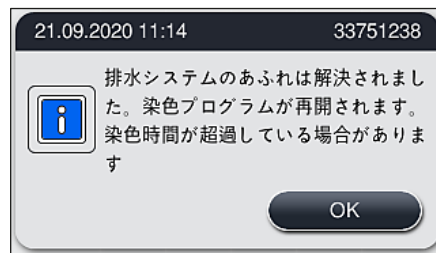

図 121
- ✓ 詰まっていた水が排出されると、他のメッセージ (→「図 121」) が表示され、染色プロセスを続行できることがユーザーに通知されます。「OK」 (→「図 121」) を押して続行します。
- さらなるクリーニングの試みが成功し、詰まりが除去されると、水位が危険レベルを下回ります。メッセージ (→「図 121」) が表示され、染色プロセスを続行できることがユーザーに通知されます。「OK」 (→「図 121」) を押して続行します。プログラムが開始可能であることが表示され、処理中のプログラムが自動的に続行されます。